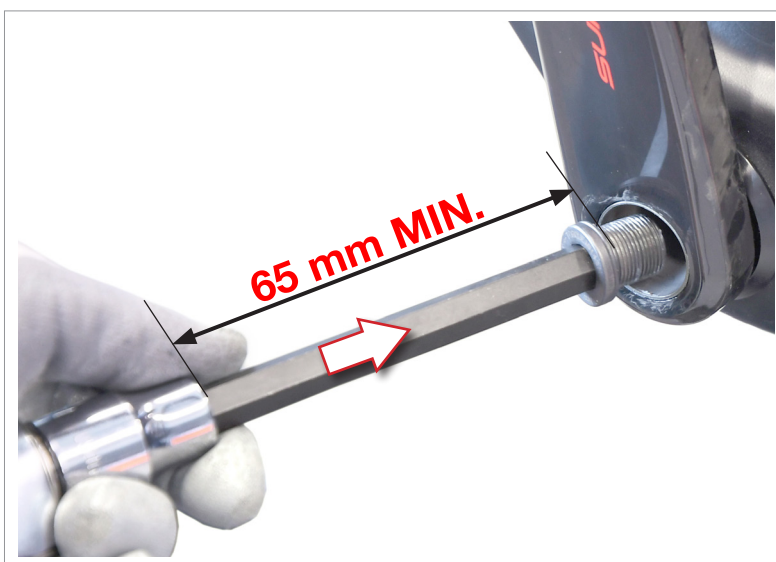

Fig.5
- Usando l'utensile Campagnolo® UT-BB110 o un adeguato inserto esagonale da 10 mm con una lunghezza di almeno 65 mm, inserite la vite di fissaggio (Fig. 5) nel semiperno della pedivella sinistra fino ad attraversare il foro all'estremità interna del semiperno stesso e ingaggiare il filetto del semiperno della pedivella destra.